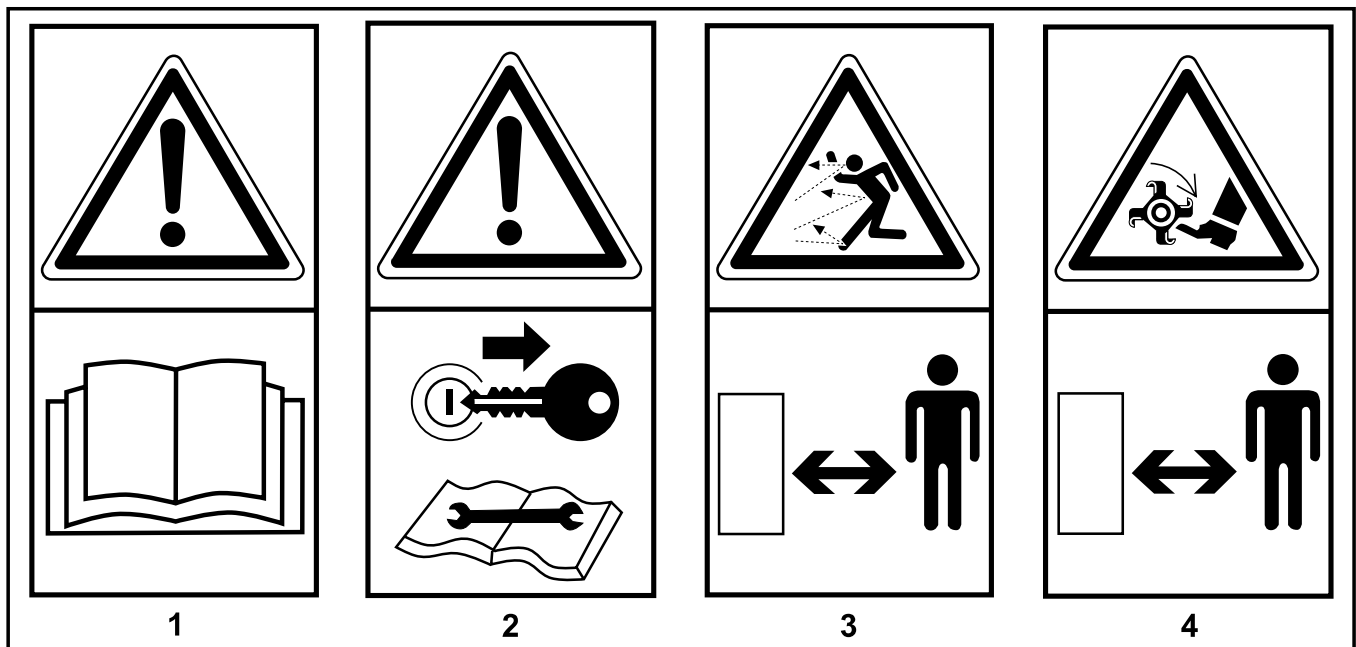

Fig. 6
2.1 SIGNAUX DE SECURITE (Fig. 6)